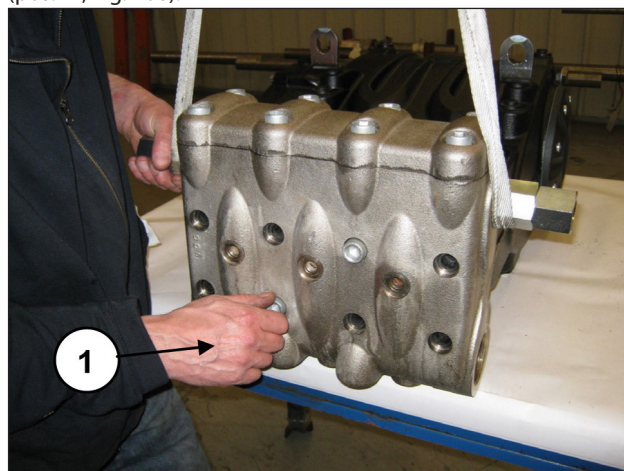
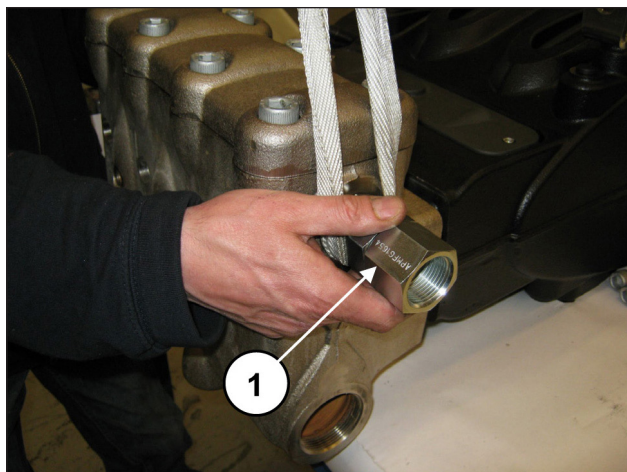

Fig. 105
Fig. 106
Quitar los tapones G1/4" frontales de la cabeza. Ahora es posible desmontar la cabeza del cárter de la bomba aflojando los 8 tornillos M16x180 (pos. ①, Fig. 105). Durante el desmontaje de la cabeza, no golpear los pistones (pos. ①, Fig. 106).